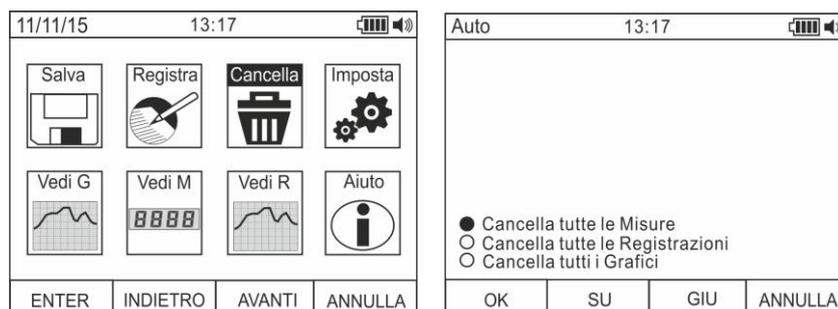

Fig. 12: Apagar a memória interna
14. Usar os botões **F2** ou **F3** para selecionar o ícone “Apagar (Cancella)” e premir o botão **F1** (ver Fig. 12 – parte esquerda)